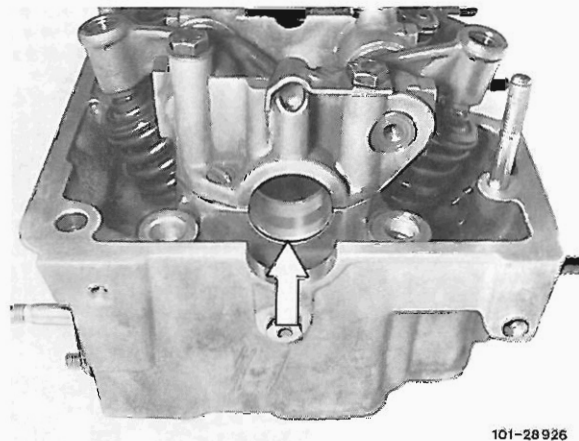

Bild 3 Zylinderkopf hydraulischer Ventilspiel-Ausgleich
- Bei ausgebaute Nockenwelle an den nicht vorhandenen Ölbohrungen in der 4. Lagerstelle (Pfeil im Bild 3).